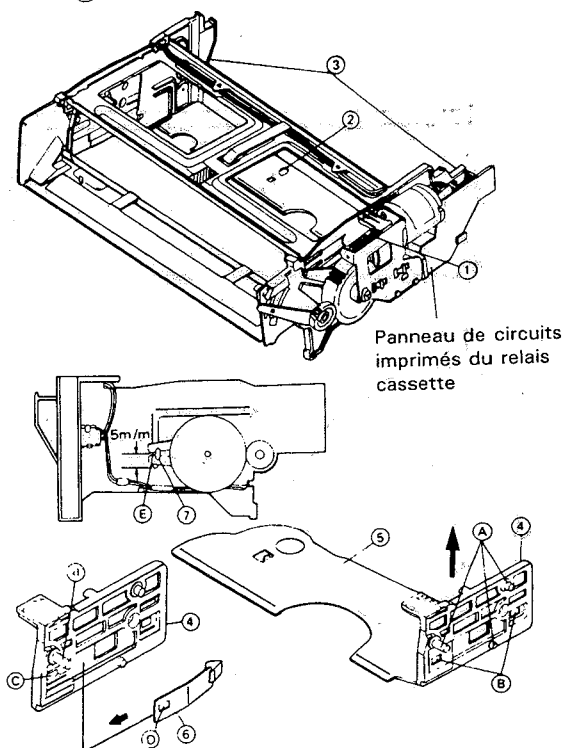

Figure 1-4.
• **Démontage (Fig. 1-4)**
1. Tourner le pignon de roue à vis sans fin (1) dans le sens inverse des aiguilles d'une montre jusqu'à ce que l'élément de coulissage de cassette (2) atteigne la position la plus reculée.
2. Déployer lentement les châssis droit et gauche (3) pour que les segments (A) de l'élément de coulissage de cassette (2) ressortent par les trous des châssis gauche et droit.
3. Pousser les segments (B) du support d'élément de coulissage (droit) (4) et séparer le support de l'élément (5).
4. Dégager le levier de déverrouillage (6) du support d'élément de coulissage (droit).
• **Remontage (Fig. 1-4)**
1. Placer le levier de déverrouillage (6) sur le flanc droit du support d'élément de coulissage (4) et vérifier que le segment (C) de cet élément est bien engagé avec le trou (D) du levier de déverrouillage.
2. Déplacer le levier de déverrouillage de manière à ce qu'il vienne se loger à l'intérieur du segment interne de l'élément de coulissage de cassette (5).
3. Déployer les châssis droit et gauche et faire en sorte que les segments (A) de l'élément de coulissage de cassette soient engagés dans les gorges des châssis gauche et droit. Pour faciliter l'insertion, régler le bras menant (droit) (7) à 5 mm de la partie la plus reculée en tournant le pignon de roue à vis sans fin dans le sens des aiguilles d'une montre, pour commencer.
4. Quand toutes ces procédures sont terminées, vérifier que le segment (a') de l'élément de coulissage de cassette est engagé avec la partie (E) du bras menant (droit) (7).